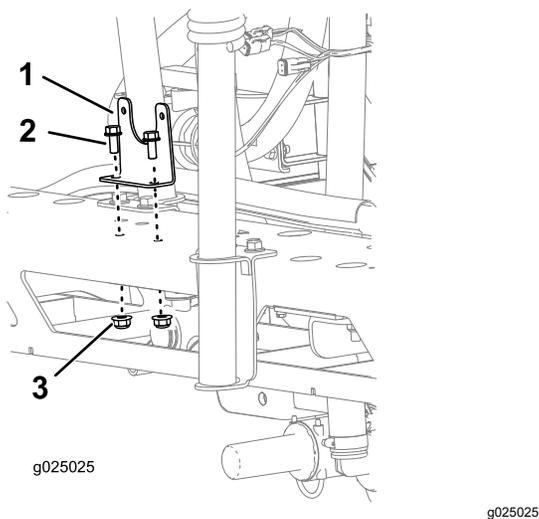

Figura 1
2. Fissate la staffa sul telaio con 2 bulloni (5/16" x 3/4") e 2 dadi di bloccaggio (5/162) come illustrato nella Figura 1.